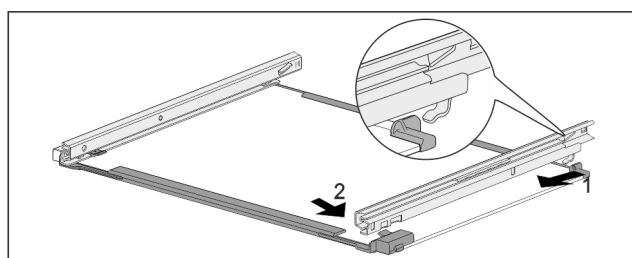

Fig. 229 Tablette en verre avec rails
- Accrocher le rail à l'arrière. Fig. 229 (1)
- Accrocher le rail à l'avant. Fig. 229 (2)